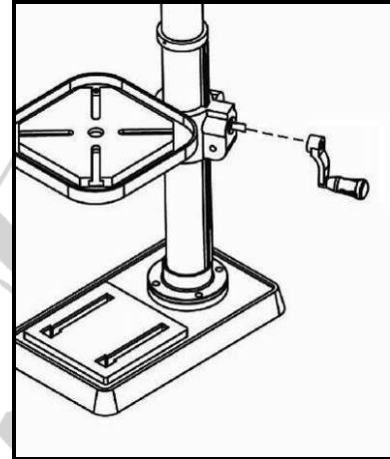

Abb. 3
3. Montieren die Kurbel für die Höhenverstellung des Bohrtisches. (Abb.3)